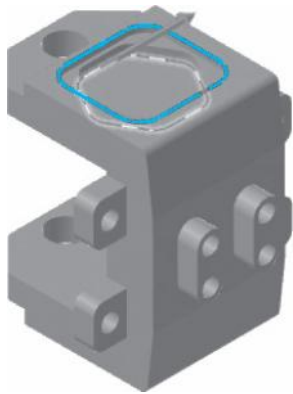

图 11-71 选择正六边形表面作为加工边界
1) 选择【刀路】/【标准挖槽】命令，系统弹出【线框串连】对话框，以【实体】的形式选择如图 11-71 所示正六边形线框，单击【确定】按钮.